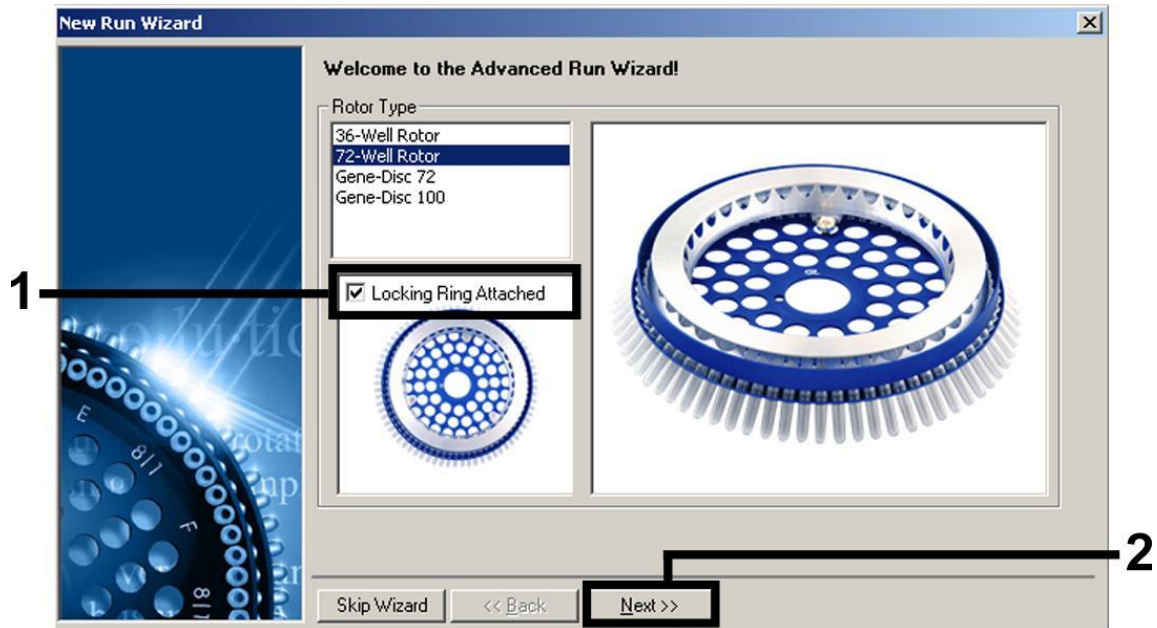

Abbildung 5. Das Dialogfeld „New Run Wizard“.
6. Öffnen Sie zunächst das Dialogfeld „New Run Wizard“ (Assistent für neuen Lauf) (Abb. 5). Markieren Sie das Kontrollkästchen „Locking Ring Attached“ (Schließring angebracht) und klicken Sie dann auf „Next“ (Weiter).